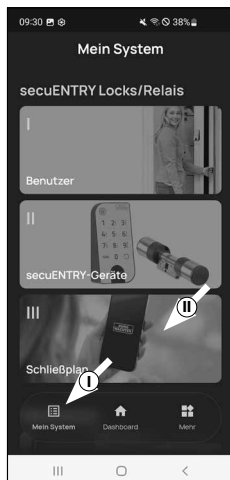

Fig. 1
- 2 Abra o menu "Meu sistema" (I) (Fig. 1)
- 3 Toque no terceiro item do menu "III - Plano de bloqueio" (II) (Fig. 1).